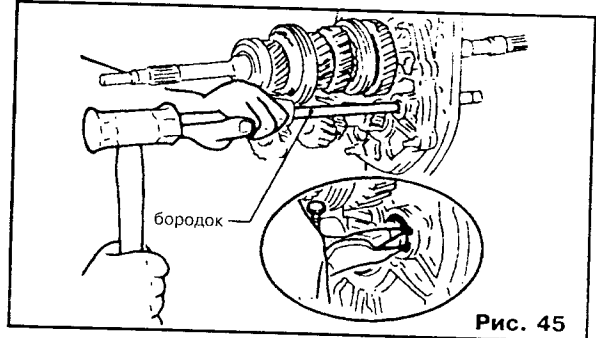

Рис. 45
- Удалите пружинную стопорную шайбу передней части промежуточного вала обратного хода, а потом удалите сам вал (см. рис. 45).